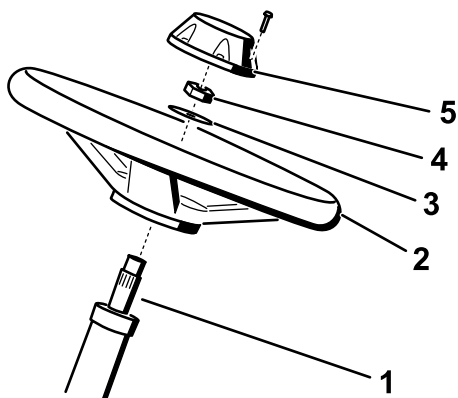

図 6
1. ステアリングシャフト図 6に表示に、固着防止コンパウンドを塗りつける。
2. ワッシャとロックナットを使用して、ステアリングシャフトにハンドルを取り付ける図 6。
4. ハンドルにキャップを取り付ける図 6。